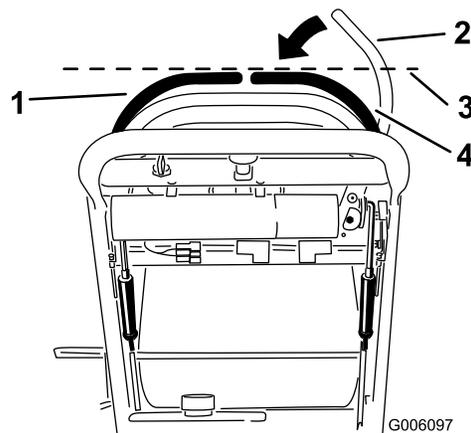

Figure 53
3. Abaissez le levier de commande de déplacement droit hors de la position de verrouillage au point mort (Figure 53).
4. Vérifiez s'il s'aligne horizontalement avec le levier de commande de déplacement gauche (Figure 53).